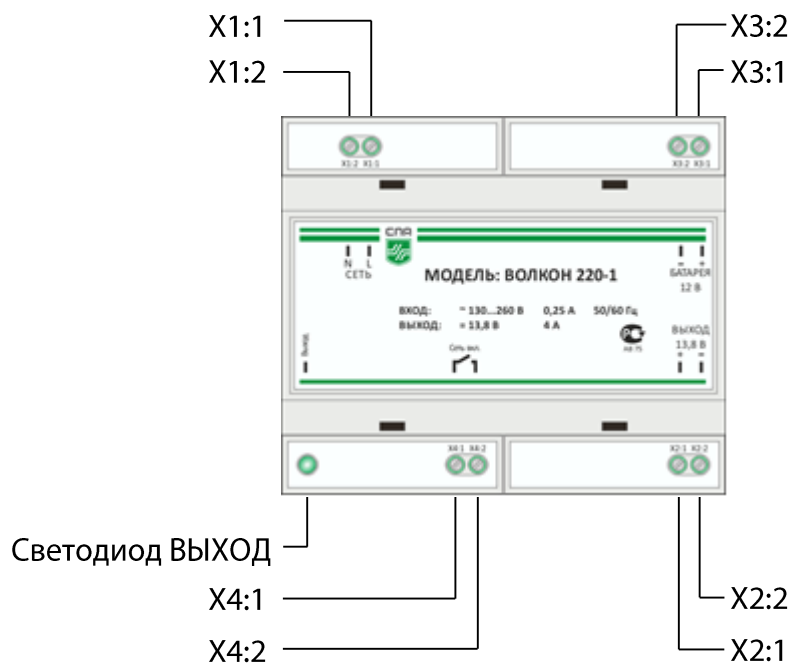

Рисунок 2– Расположение клемм и элементов индикации
1.3.5 Подключение сети и внешних устройств к источнику питания производится с помощью клеммных колодок (см. рисунок 2):
- подключить кабель питания к клеммнику X1 (см. рисунок 2);